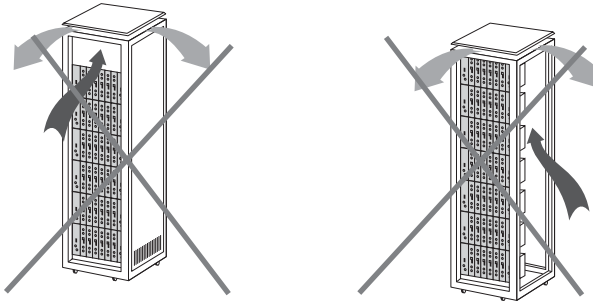

fig. 5
- En los casos en que el rack no este completo, se deben colocar los subracks de arriba a abajo sin dejar huecos en el medio, fig 5.